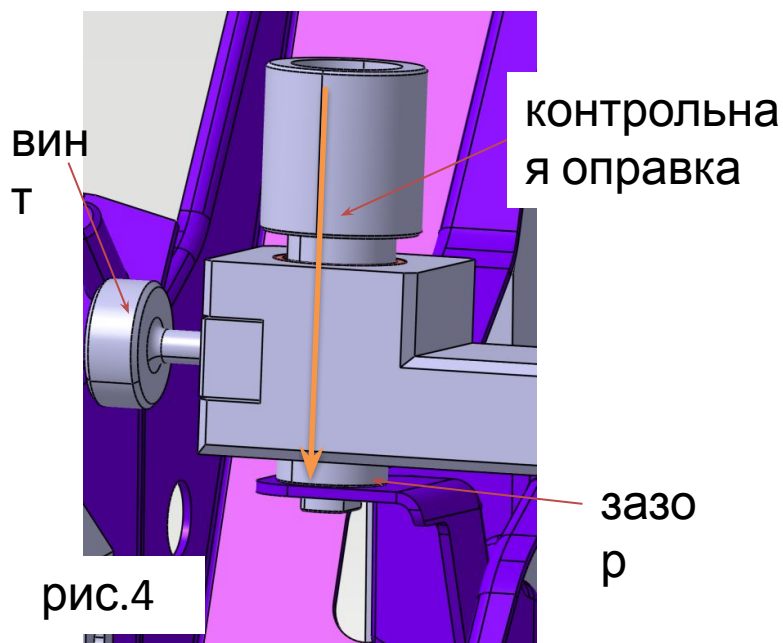

рис.4
- Опустить контрольную оправку (рис.4) до касания её торца с деталью (контроль расположения отверстия: размер $105 \pm 0,5$). Зафиксировать оправку винтом. Щупом S 0.2 (набор щупов) проверить зазор между торцом оправки и деталью.